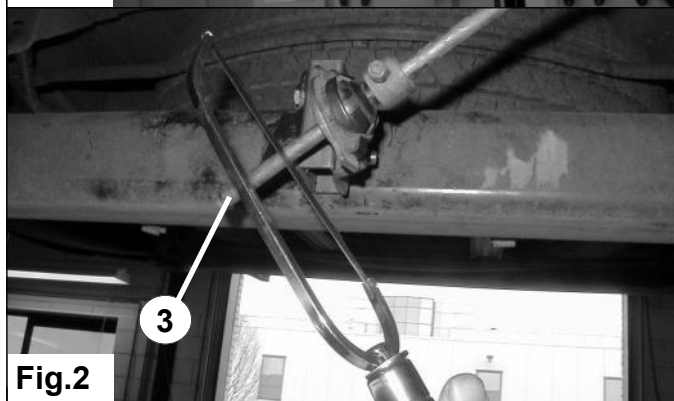

Fig.2
5. Sciez la partie saillante sous l'essieu de la tige du CFA **3**. Voir fig. 2